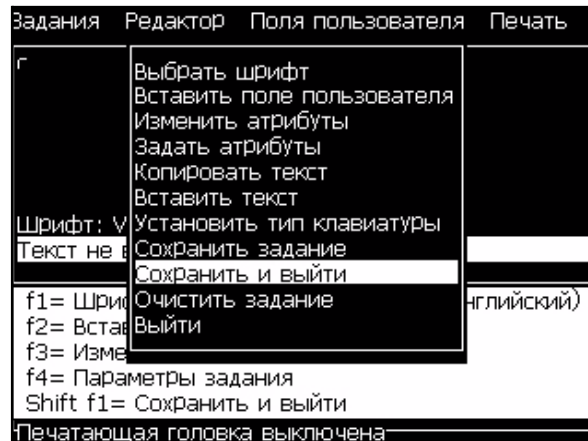

Рисунок 5-14: Опция “Save and Exit” (сохранить и выйти)
- Выберите опцию “Save and Exit” (сохранить и выйти) из меню “Editor” (редактор) (Рисунок 5-14).